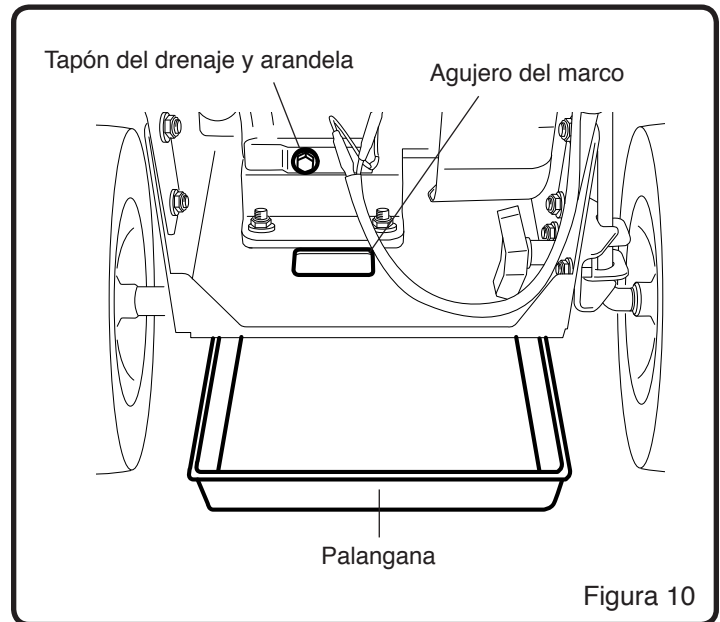

Figura 10
NOTA: Consultar la figura 10 al seguir los pasos enumerados a continuación:
4. Insertar una palangana bajo de la bordeadora, debajo del tapón de drenaje del aceite y del agujero del marco. (Véase la figura 10)